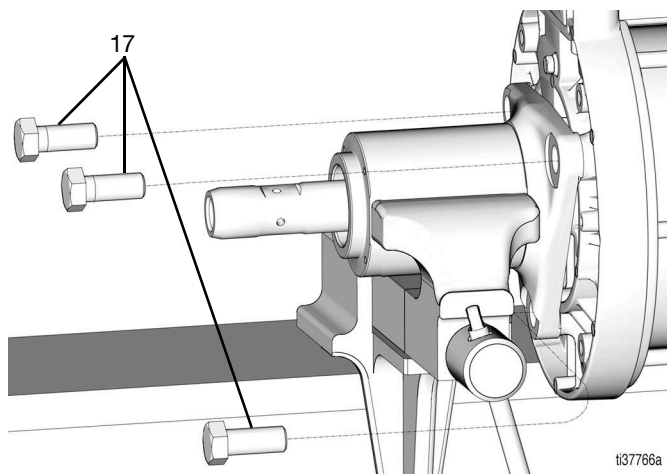

Рис. 23
- Замените и затяните от руки болты адаптера корпуса выпуска (17) (Рис. 23).